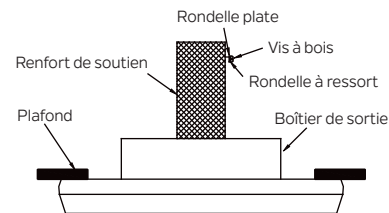

Fig. 13
Étape 1. Enfoncez une vis à bois et des rondelles dans le côté de l'entretoise qui maintient le boîtier de sortie. Laissez 3 mm (1/8 po) d'espace entre le renfort de support et la rondelle. (Fig. 13)